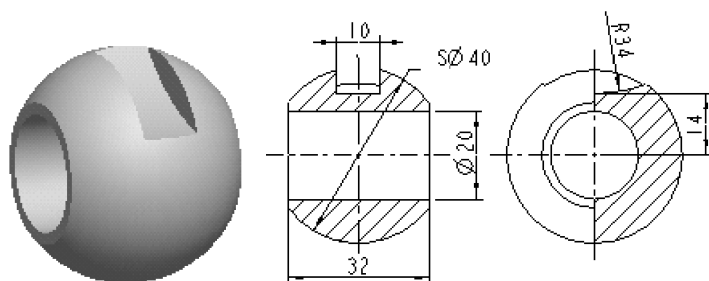

图 4-178 阀芯
(6) 创建如图 4-178 所示的阀芯模型，文件名为“xiti4-2-6. prt”。